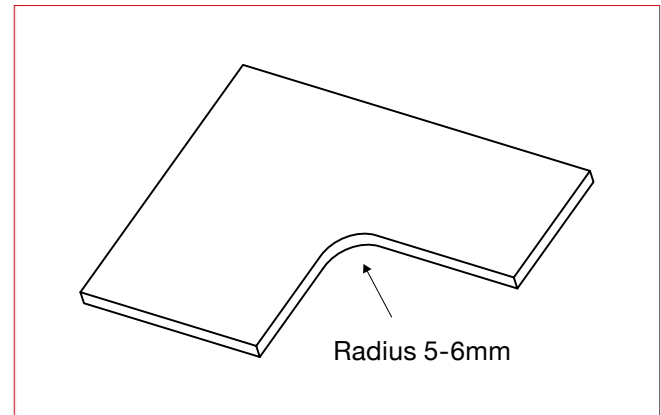

Fig. 10 – Avrundede
- Avrund hjørner og utkappinger for å unngå sprekker, anbefalt radius 8-10 mm (se fig. 10)